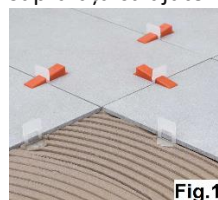
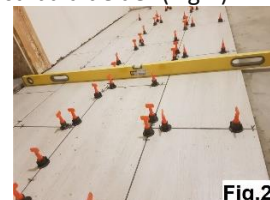

Fig.1
Fig.2
- Lipirea plăcilor – la aplicarea adezivului se folosește o gletieră cu dinți de 10 mm (consum de 5kg/m²). Când se montează plăci la exterior adezivul trebuie aplicat uniform pe toată suprafața de pe spatele plăcii cu gletieră dreaptă. În cazul unor denivelări ale suprafeței se poate utiliza o gletieră cu dinți mai mari de 10 mm (a se consulta specificațiile adezivului). Se vor mixa plăcile ceramice din mai multe cutii. Perimetrul acoperit o dată ar trebui să fie suficient ca să montați în etapa următoare cam 6 plăci, dar nu mult mai mare, ca să puteți lucra din aproape în aproape să nu înceapă adezivul să se usuce și utilizați sisteme de nivelare pentru a realiza o suprafață fără diferențe de nivel între plăci (Fig.1). Porniți din colț și aplicați prima placă, apăsând ușor și ferm (în direcțiile laturilor plăcii) până face priză aprox. 90% din suprafața plăci cu cea suport. Montați plăcile, utilizând sistemul de nivelare, până acoperiți întreaga suprafață și reglați încontinuu suprafața cu ajutorul nivelei cu bulă de aer (Fig.2).